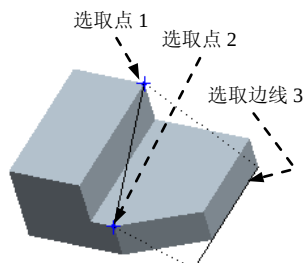

图 8.1.12 投影参照为直线
(1) 选取图 8.1.12 所示的点 1。
(2) 选取图 8.1.12 所示的点 2。
(3) 单击“投影方向”文本框中的“单击此处添加项目”字符，然后选取图 8.1.12 中的模型边线 3。